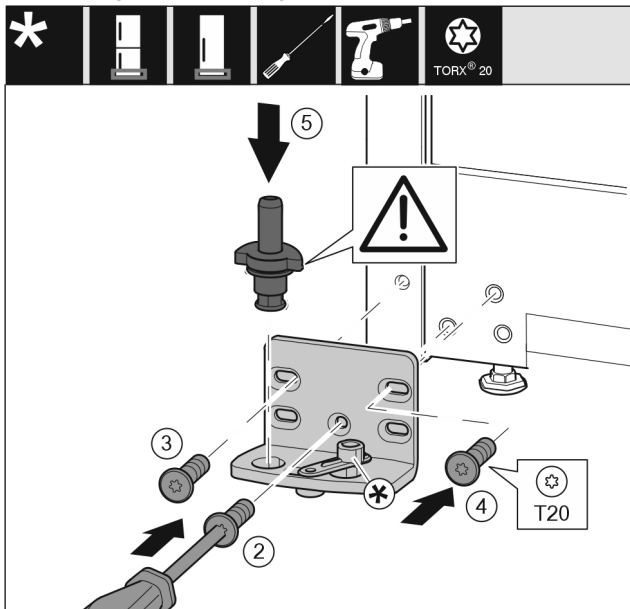

Fig. 15
- ▶ Lagerbock auf der anderen Seite ansetzen und mit Hilfe eines Schraubendrehers T20 anschrauben. Mit Schraube 2 unten in der Mitte beginnen. Fig. 15 (2)
- ▶ Schraube 3 und 4 festschrauben. Fig. 15 (3,4)
- ▶ Lagerbolzen komplett einsetzen. Dabei darauf achten, dass der Rastnocken nach hinten zeigt. Fig. 15 (5)